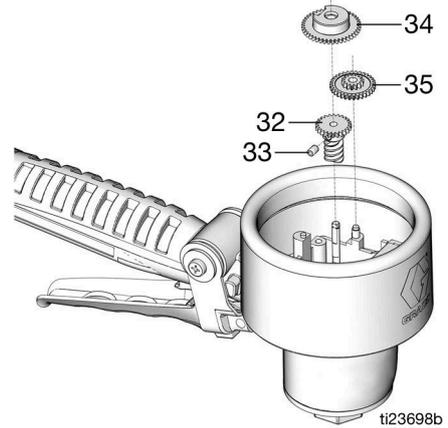

FIG. 21
- Installer les roues dentées (32, 34, 35) comme montré sur la FIG. 21. Avec une clé hexagonale de 2 mm, visser et serrer la vis sans tête des roues dentées (33).